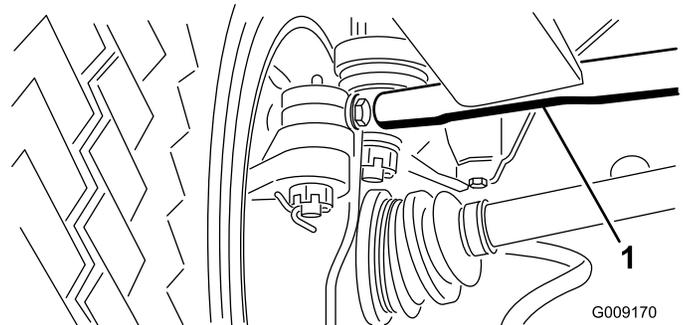

Bild 58
- Lösen Sie am rechten Vorderrad die Klemmmuttern an beiden Seiten der Zugstange (Bild 58).